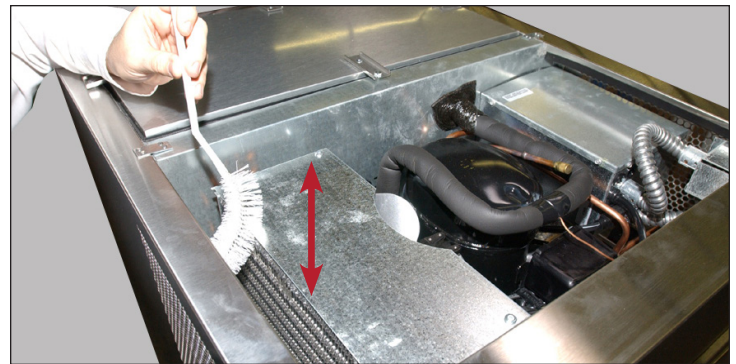
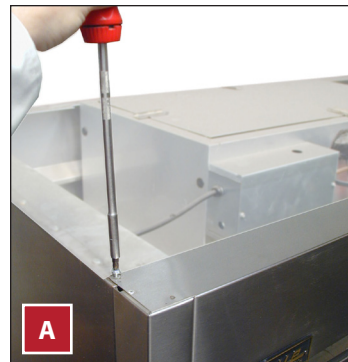

Fig. 2. De haber acceso, limpie el serpentín del condensador. No pase nunca el cepillo por las aletas del serpentín.
Fig. 3. Retire el protector para lluvia.
3. De haber acceso, limpie cuidadosamente la suciedad acumulada en las aletas frontales del serpentín del condensador con un cepillo de cerdas duras. Consulte la fig. 2. Si no puede acceder o limpiar completamente el serpentín del condensador, entonces retire el protector para lluvia. Consulte las figs. 3 y 4.